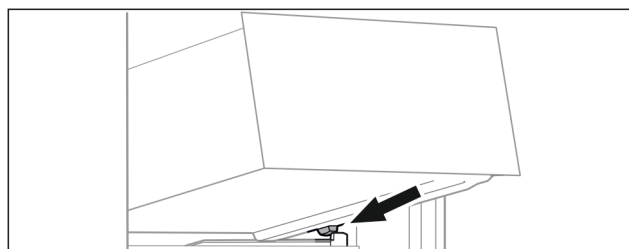

Fig. 71
- ▶ Predal postavite v poševnem položaju za zaustavljalniki na nastavek za posodo. (glejte Fig. 71)